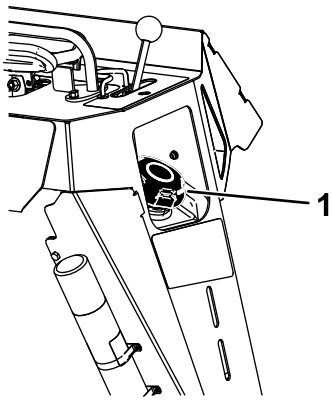

Figure 15
- Nettoyez la surface autour du bouchon du réservoir et enlevez le bouchon (Figure 15).